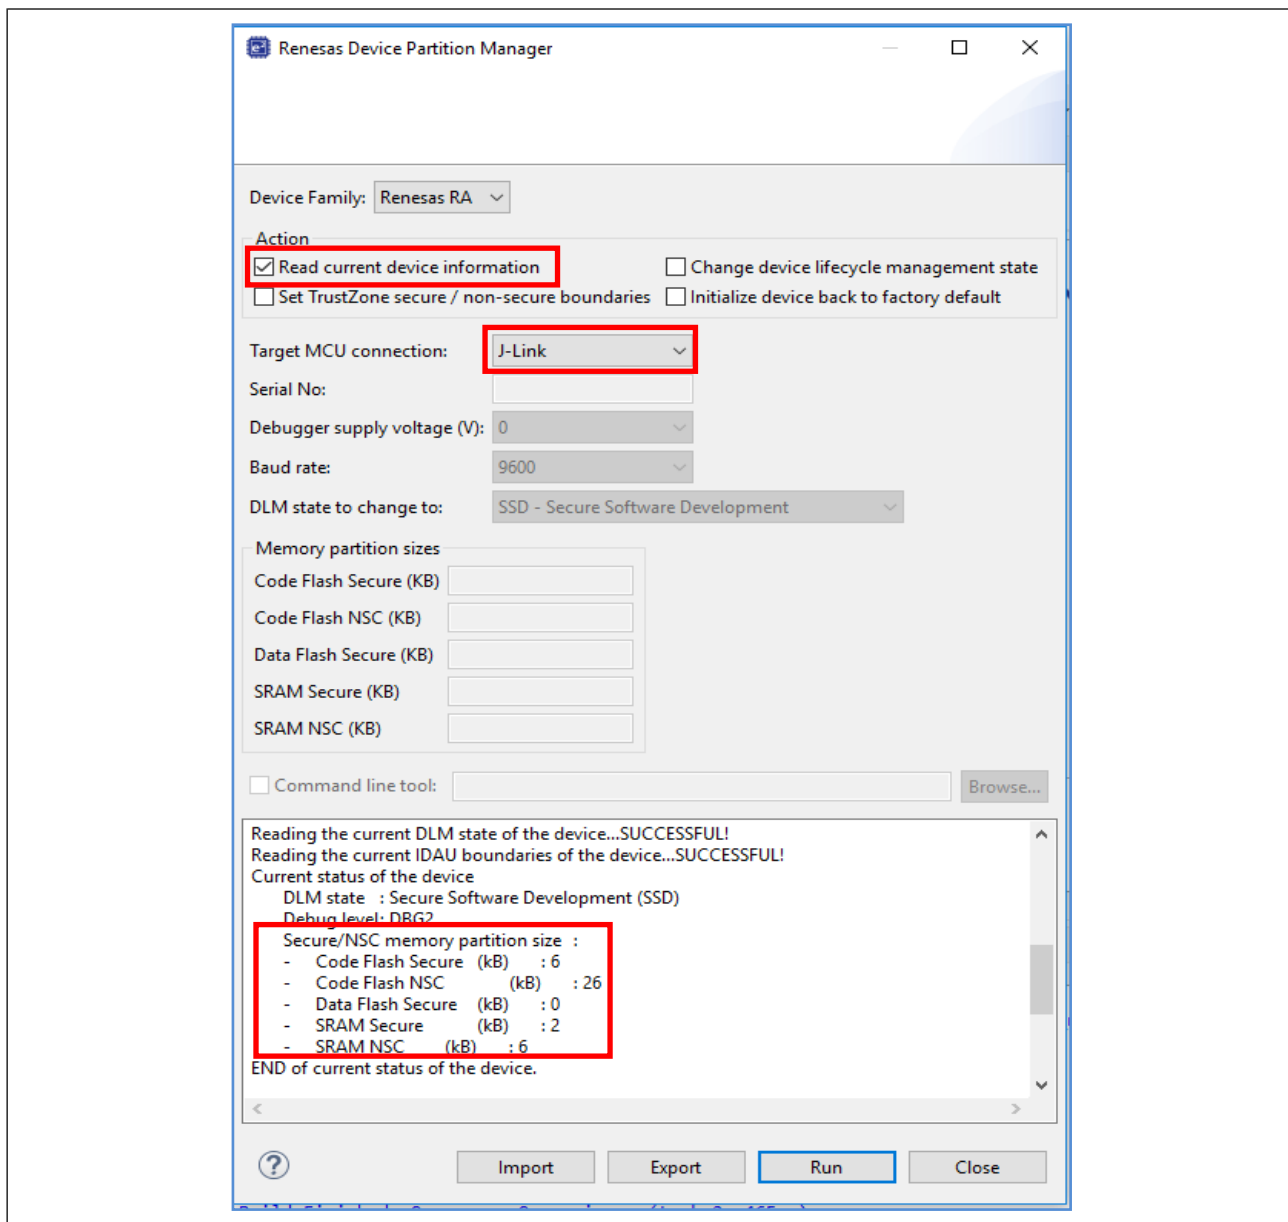

图 7. 使用“Renesas Device Partition Manager”（瑞萨器件分区管理器）读出 IDAU 区域设置
- 用户可以使用“**Renesas Device Partition Manager**”（瑞萨器件分区管理器）读出当前为 MCU 设置的 IDAU 区域，如图 7 所示。